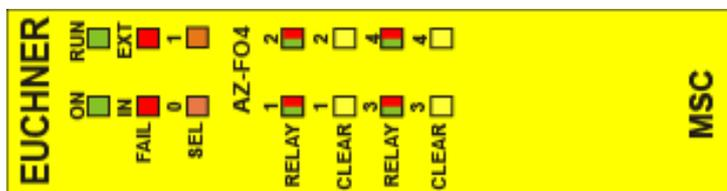

Figura 22:
8.3.10. Modulo AZ-FO4 (Figura 22)